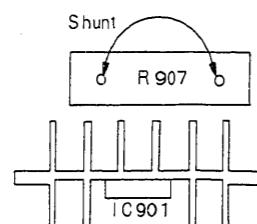

Fig. 2
- Régler la tension d'entrée alternative sur 100 volts et shunter les deux bornes de R907, en procédant comme représenté sur la figure 2.